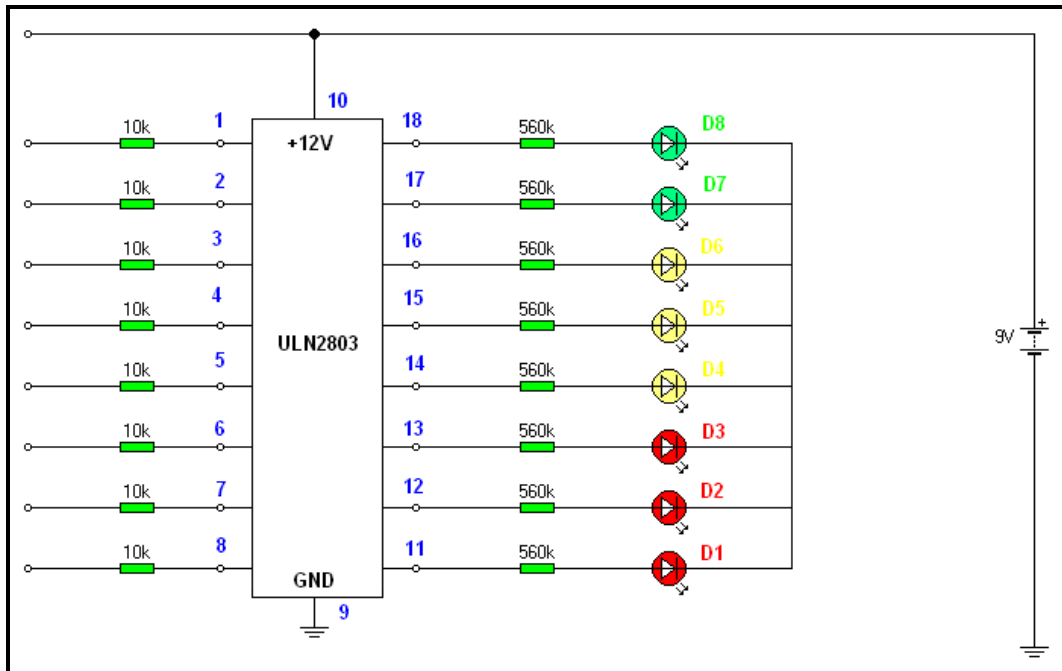

Figura 5.19. Circuito Nivel de Temperatura
4.1. Conecte el circuito como se muestra en la figura 5.19.